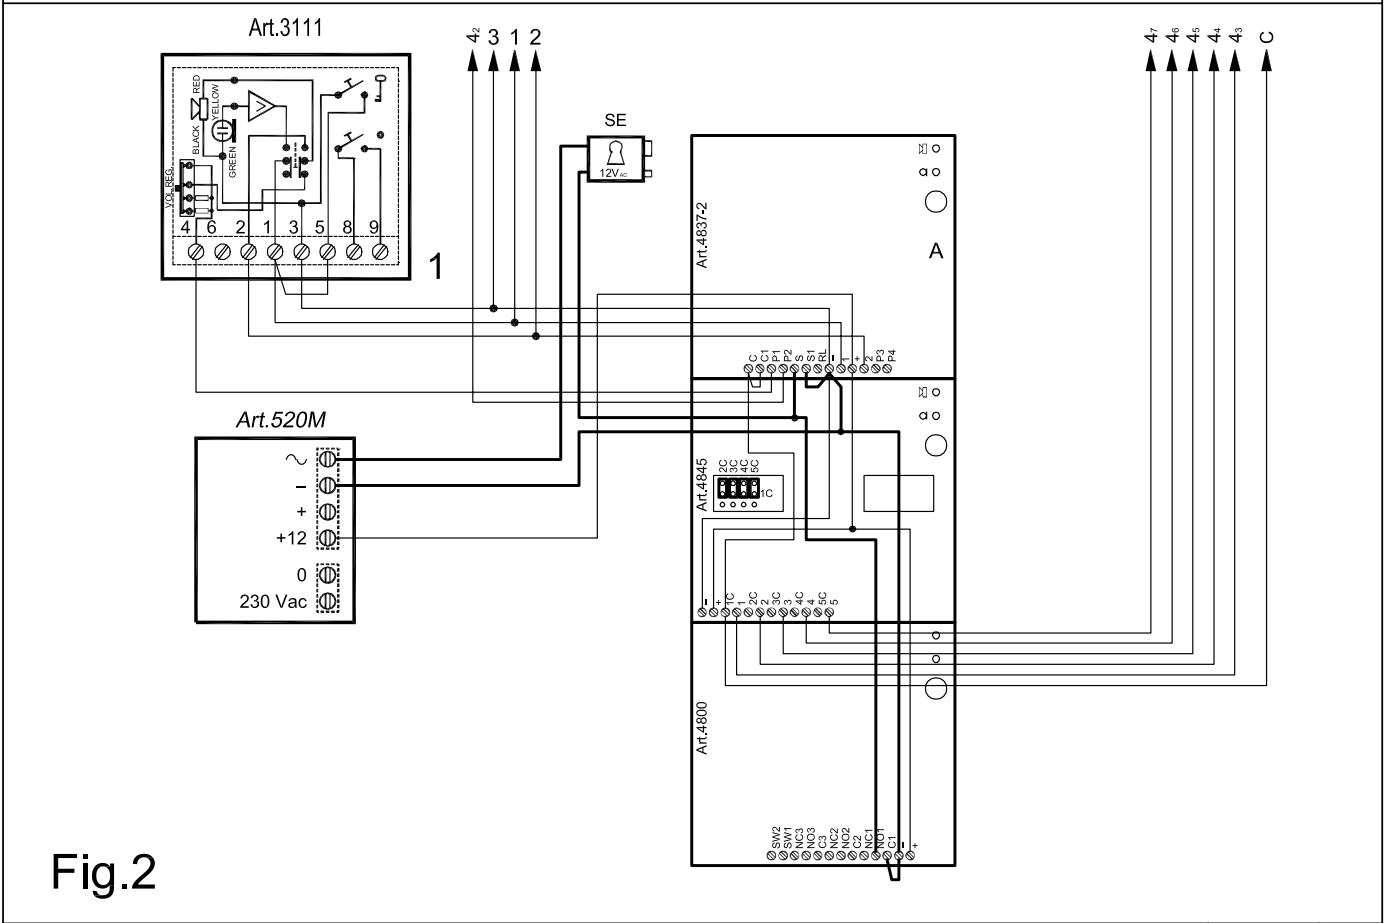

Fig. 2
- Installation of a digital codelock module (see page 44 fig.2);
- Installazione di un modulo "apri-porta" a codice (vedi pag.44 fig.2);
1 ENTRANCE WITH DIGITAL CODELOCK AUDIO DOOR ENTRY SYSTEM FOR "n" USERS (FIG.2)
The figure 2 diagram shows the standard system on page 38 with the addition of a digital code lock module. This system works as the diagram on page 38, in addition, each user can open the door by typing the secret code on the keypad. Digital code lock modules have 3 relays and up to 100 codes depending on the version: the diagram shows how one of the relays opens the door while the others can be used to enable an extra service such as gate opening etc.
IMPIANTO CITOFONICO AD 1 INGRESSO PER "n" UTENTI, CON MODULO TASTIERA DIGITALE (FIG.2)
Lo schema di Fig.2 mostra l'impianto di pagina 38, modificato per l'utilizzo in abbinamento ad un modulo tastiera digitale. Il funzionamento è lo stesso dell'impianto base con l'aggiunta della possibilità di aprire la porta d'ingresso dall'esterno digitando il codice segreto sulla tastiera. I moduli "tastiera digitale" dispongono sempre di 3 relè e di un massimo di 100 codici in base al modello scelto: lo schema mostra l'utilizzo di uno dei 3 relè per l'apertura della porta d'ingresso, gli altri 2 possono essere impiegati per l'attivazione di un servizio aggiuntivo come l'apertura di un cancello ecc.
and the following for figure 2
- Installation of an extension sounder (see page 26 fig.2);
- Installation of a digital code lock module (see page 52 fig.2);
- Installazione di una suoneria supplementare (vedi pag.26 fig.2);
- Installazione di un modulo "apri-porta" a codice (vedi pag.52 fig.2);
- Installation of a digital codelock module (see page 52 fig.2);